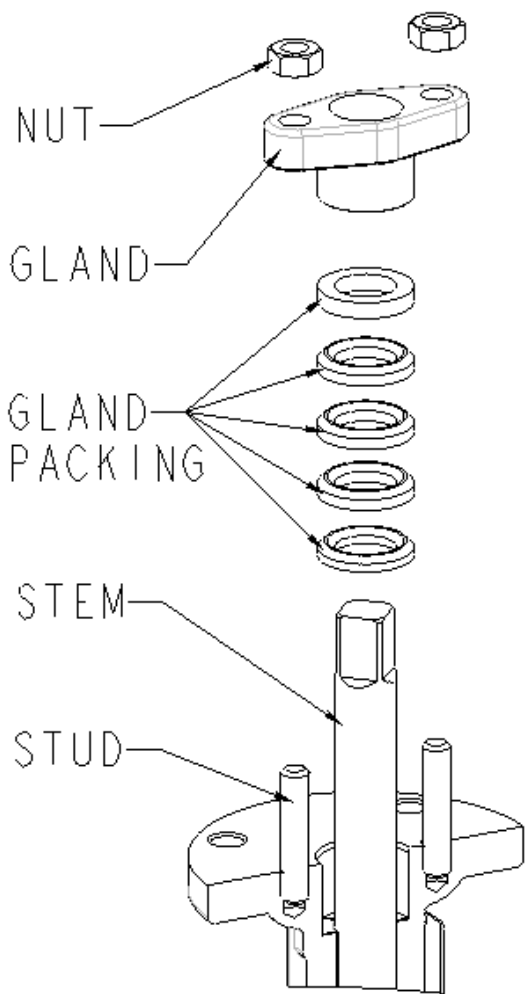

Fig.10
- 12.1 将格兰螺丝卸下, 并将格兰松下, 以便可将迫紧勾出。(Fig.10)